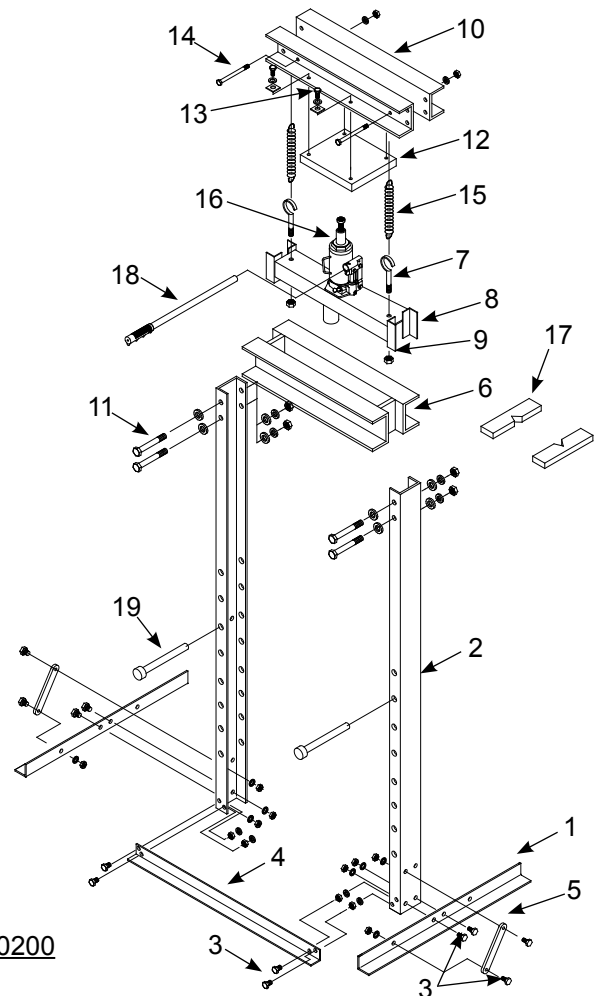

Figure 4 - Illustration d'assemblage du modèle 60200
**Modèle 60200** : (voir figure 4).
- Fixez les pattes de la base (1) aux profilés en C debout (2) avec des boulons, des rondelles de blocage et des écrous (3). Serrez-les seulement à la main.
- Fixez la traverse inférieure (4) aux profilés en C debout (2) avec des boulons, des rondelles de blocage et des écrous (3).
- Fixez les tiges de support (5) aux pattes de la base (1) et aux profilés en C (2) avec des boulons, des rondelles de blocage et des écrous (3).
- Glissez le cadre du banc (6) le plus possible vers le bas entre les profilés en C (2).
- Fixez les crochets filetés (7) au support du cric (8) avec des écrous (9). Ne serrez pas les écrous afin de faciliter la fixation des ressorts plus tard.
- Glissez le support du cric (8) vers le bas entre les profilés (2) jusqu'à ce qu'il soit sur le cadre du banc (6).
- Fixez les traverses supérieures (10) aux profilés en C debout (2) avec des boulons, des rondelles plates, des rondelles de blocage et des écrous (11).
- Fixez la plaque supérieure (12) aux traverses supérieures (10) à l'aide de boulons, de rondelles de blocage et de rondelles à section carrée (13).
- Faites passer deux boulons dans les deux traverses supérieures (10) et fixez-les en utilisant deux rondelles de blocage et deux écrous (14). Fixez ensuite une extrémité des ressorts (15) aux boulons (14) et l'autre extrémité aux crochets filetés (7) du support du cric.